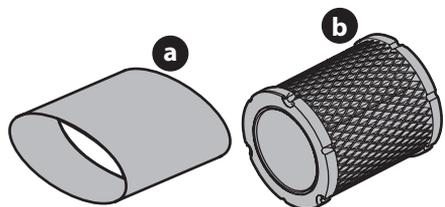

Figura 10
- Quitar la espuma pre-filtro de aire (a) de todo el papel de filtro (b) (Figura 10). Sustituya el elemento de papel cuando sucio o dañado. Limpia el elemento de espuma o sustituya cuando dañado.